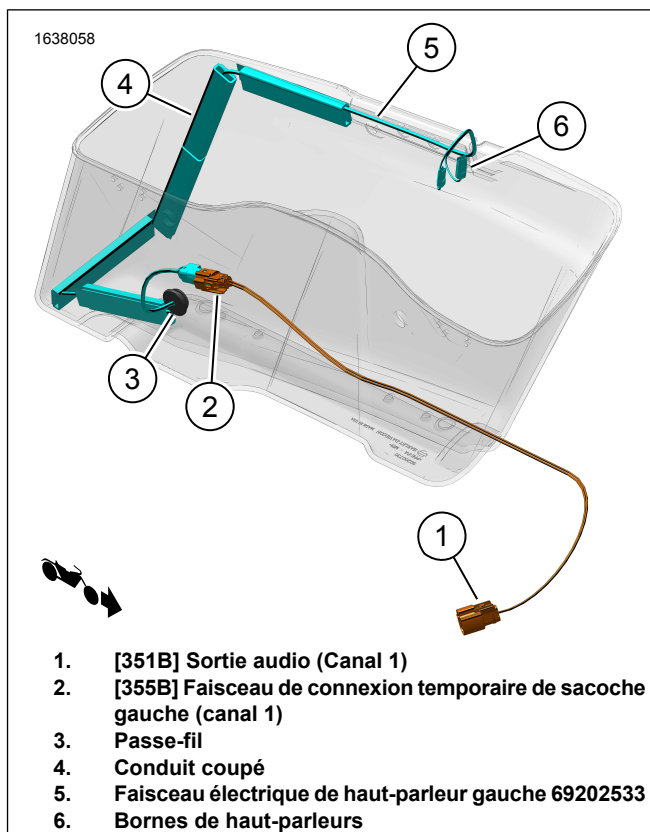
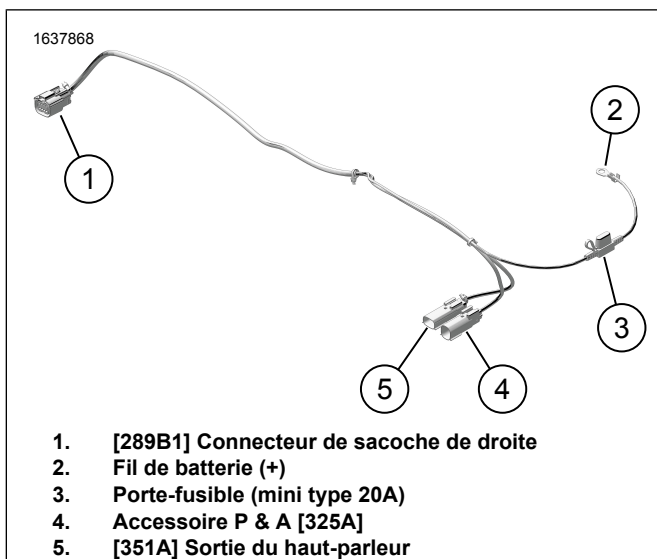
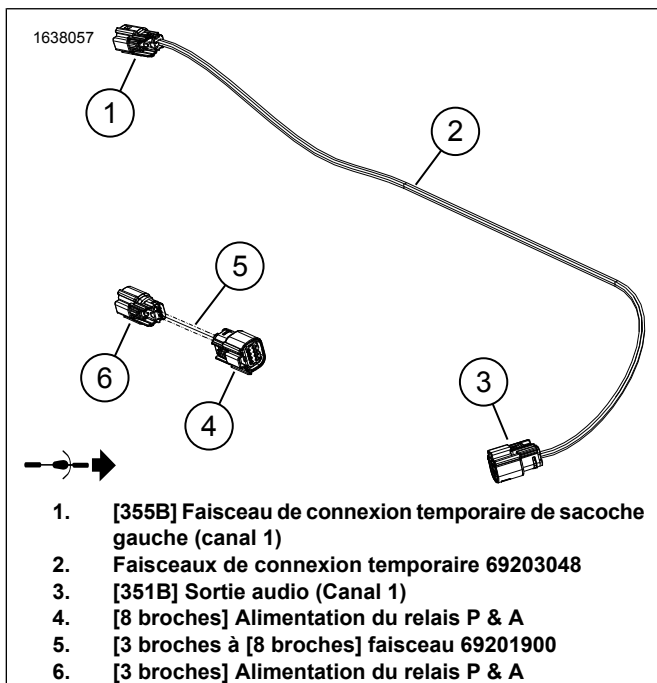

Figure 4. Acheminement du faisceau de la sacoche de gauche
Figure 15. Faisceau externe 69202870
Figure 16. Faisceaux de connexion temporaire
12. Figure 4 Installez le faisceau électrique de haut-parleur gauche.
- b. Figure 4 Acheminez le faisceau électrique (5) comme indiqué.
1. Figure 15 Branchez le fil positif (+) de la batterie (2) à la borne positive (+) de batterie. Consultez le manuel d'entretien.
- a. Figure 15 Acheminez [325A] (4) jusqu'au côté gauche du cadre du véhicule.
- a. Acheminez [325A] (4) jusqu'au côté droit du cadre du véhicule.
- b. Figure 15 Branchez [325A] au connecteur P & A [325B]. Situé sous la zone du capot latéral droit.
4. Figure 15 Acheminer la branche [289B] (1) du faisceau externe le long du cadre et du support de garde-boue. À l'aide de sangles de câble, installez le faisceau aux points d'ancrage sans le serrer. Ne serrez pas les sangles de câble.
8. Figure 16 Acheminez et Installez les faisceaux de connexion temporaire 69203048 (2).
- a. Figure 16 Branchez [355B] (1) du faisceau de connexion temporaire (2) au faisceau du haut-parleur de la sacoche gauche (5). Figure 4
- c. Figure 16 Acheminez [351B] (3) sur le faisceau de connexion temporaire 69203048 (2) vers [351A] (5) sur le faisceau externe 69202870. Figure 15
10. Figure 1 Installez un fusible de 20 ampères (18) dans le porte-fusible du faisceau externe (3). Figure 15
- a. Branchez [360LA] à gauche (L).
- b. Branchez [360RA] à droite (R).
4. Figure 15 Branchez au [351A] (5).